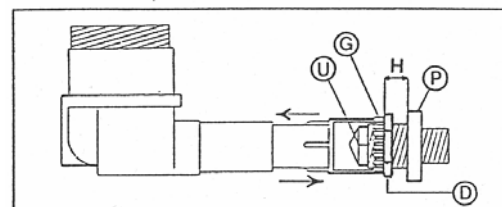

Abb. 4
- Für die Schnell- und halbschnellen Brenner (Abb. 4) die Befestigungsmutter "D" lösen und den Ring "G" so drehen, dass der Abstand zwischen Ring und Düsenuntersätze "P" einem Wert H gemäß Tabelle 2 entspricht. Dann erneut die Befestigungsmutter "D" anziehen.